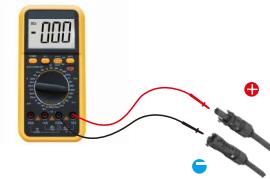
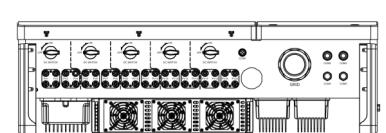

图3.22 万用表测量
图3.23 将直流连接器连接到逆变器
5. 用万用表测量直流输入的PV电压，验证直流输入线缆的极性（见图3.22），确保每串电压在逆变器运行范围内。将直流连接器与逆变器连接，直至听到轻微的咔哒声，表示连接成功。（见图3.23）